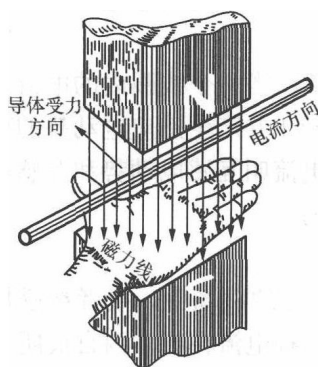

图 1-6 左手定则
(6) 电磁感应——当导体相对磁场运动而切割磁力线, 或线圈中磁通发生变化时, 导体或线圈中就一定会产生感应电动势, 这种利用磁场获得电流的现象叫电磁感应, 即“磁生电”, 所获得的电流叫做感应(生)电流。
(7) 自感——由于线圈本身电流的变化, 在线圈内引起电磁感应的现象叫自感, 产生的电动势和电流, 称为自感电动势和自感电流。
(8) 互感——两个相互靠近的线圈, 当一个线圈内的电流发生变化时, 引起另一个线圈内的磁通变化并产生感应电动势的现象叫互感, 产生的感应电动势和感应电流叫互感电动势和互感电流。变压器就是利用互感的原理制作的。
(9) 电感——自感和互感的统称。
(10) 涡流——当块状导体放在变化的磁场中, 或者在磁场中运动时, 导体内将产生感应电流。这种电流在导体内自成闭合回路, 很像水的漩涡, 故称为涡流。
(11) 磁化——线圈中的铁芯, 在线圈通电后, 其本身从没有磁性到出现磁性的现象叫磁化。
(12) 磁导率——物质的导磁性能称为磁导率, 用符号“ μ ”表示。
(13) 磁场强度——磁场强度是磁感应强度与磁导率的比值, 用字母“ H ”表示, 即 $H = B/\mu$ 。其单位是安/米 (A/m)。
(14) 磁感应强度——磁场内各点磁场的大小和方向通常用磁感应强度来衡量, 用字母“ B ”表示, 单位为特斯拉, 简称“特”, 用字母“T”表示。磁感应强度是个矢量。
(15) 磁滞——磁感应强度 B 的变化要滞后于磁场强度 H 的变化，这种现象称为磁滞。
(16) 左手定则——载流导体在磁场中会受到电磁力的作用。电磁力的方向由左手定则确定：伸开左手，使拇指和其余四指垂直，让磁力线垂直穿过手心，四指与电流的方向一致，则拇指所指的方向就是导体受力的方向，如图 1-6 所示。